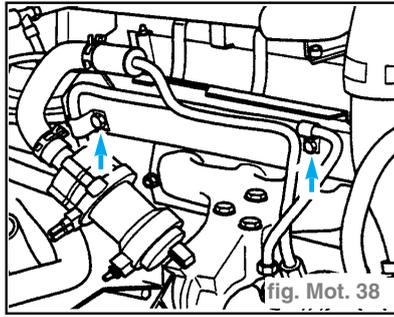

fig. Mot. 38
- Dévisser les vis de fixation de la tôle calorifuge (côté système d'échappement) -flèches-. (fig. Mot. 38)